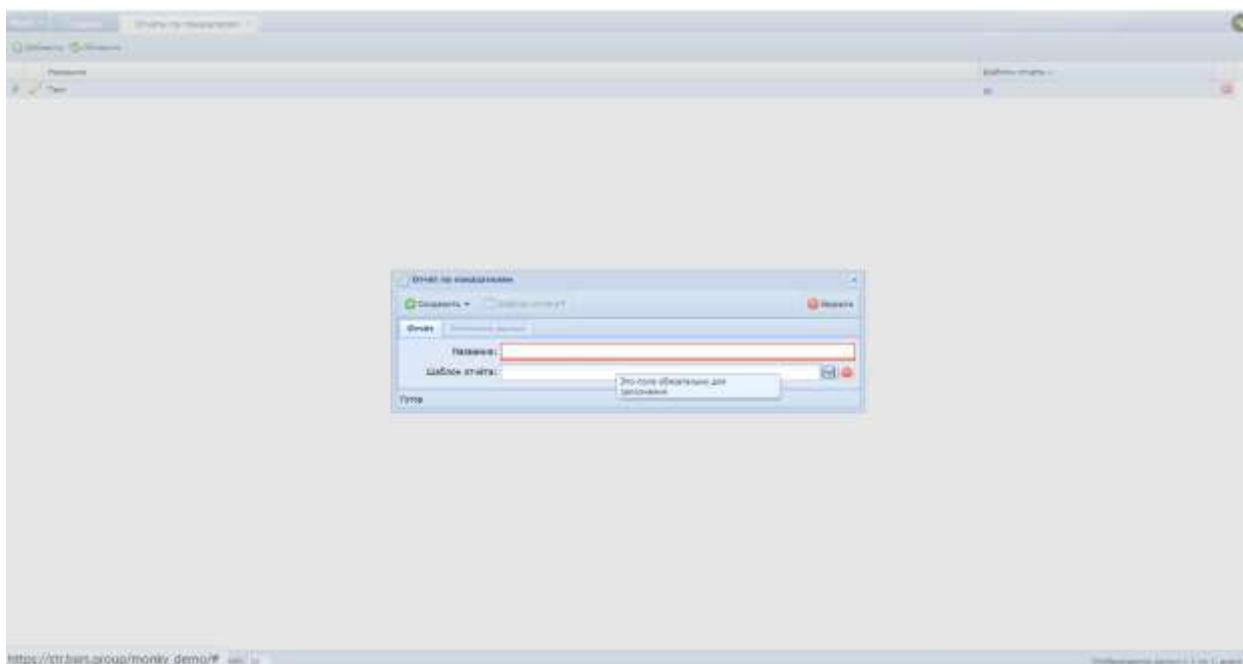

Рис. 333. Формирование отчета на основе созданного запроса
- нажать «Загрузить» шаблон отчета, сохранить (Рис. 333).